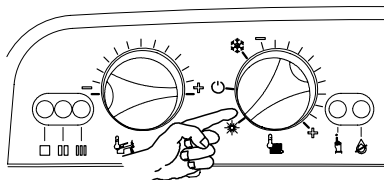

Fig. 2.22
- 2 Установить переключатель режима работы / рукоятку регулирования температуры отопления, как указано в Fig. 2.22.